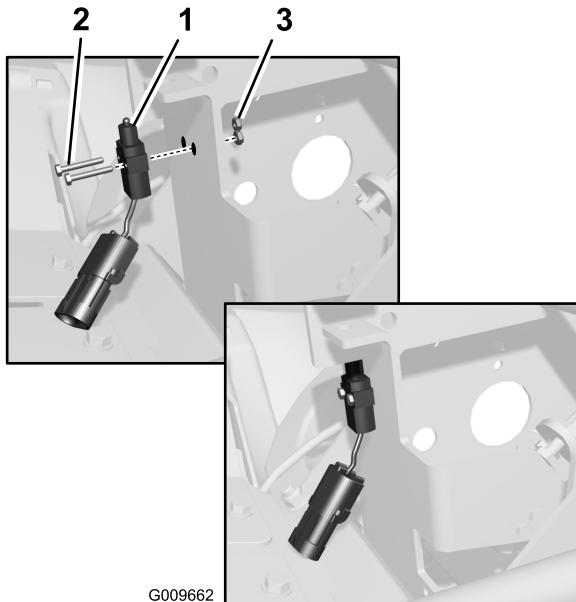

Figure 3
- Montez le contacteur de frein sur la pédale à l'aide de deux vis n° 6 et contre-écrous (Figure 3).